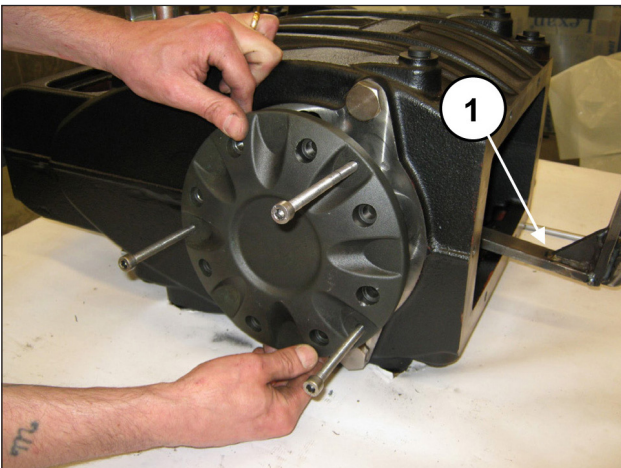

Fig. 30
Déposer le couvercle du coussinet en soutenant l'arbre pour éviter tout dommage (rep. ①, Fig. 30).